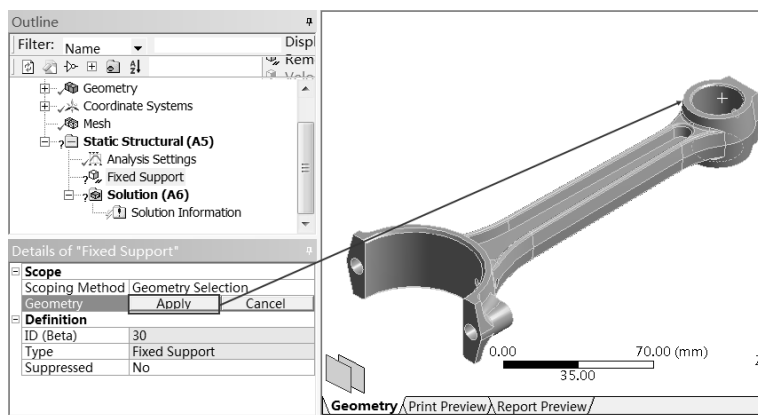

图 16-22 添加固定约束
Step1 :添加一个固定约束 ,如图 16-22 所示 ,选择加亮面。